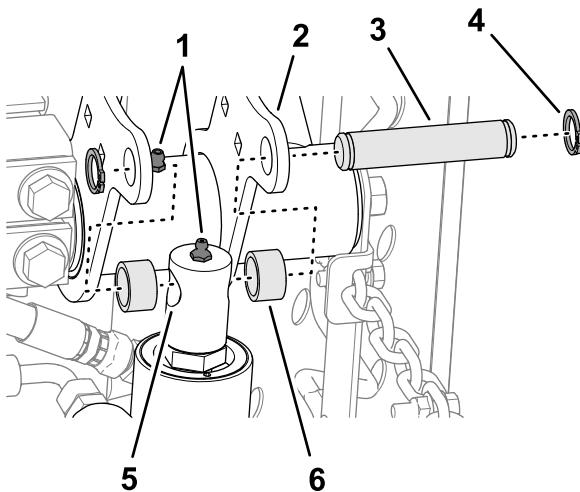

Рисунок 15
- Медленно переместите шток гидроцилиндра подъема так, чтобы он совместился с отверстиями во фланцах правого подъемного рычага (Рисунок 15).
5. Установите шток на фланцы с помощью монтажного штифта, 2 проставок и 2 стопорных колец (Рисунок 15).
6. Заправьте консистентной смазкой № 2 на литиевой основе масленки на подъемном рычаге и гидроцилиндре (Рисунок 15).
- Совместите отверстия в пластинах задней несущей рамы с отверстиями в монтажных пластинах режущего блока (Рисунок 15).